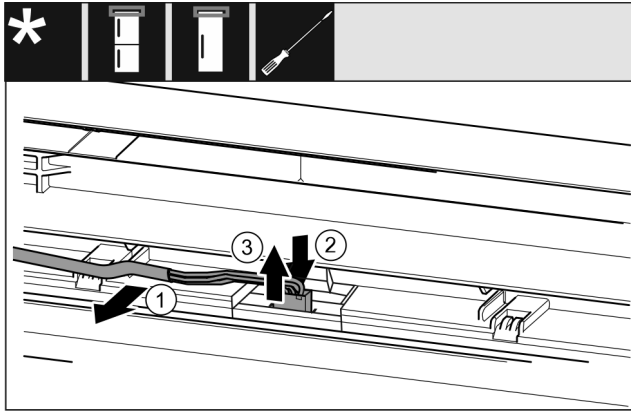

Fig. 20
- ▶ 将灰色电缆小心地从门内的导向装置上松开。 Fig. 20 (1)
- ▶ 向后按住插头后方的接片。 Fig. 20 (2)
- ▶ 小心地向上拉出插头。 Fig. 20 (3)